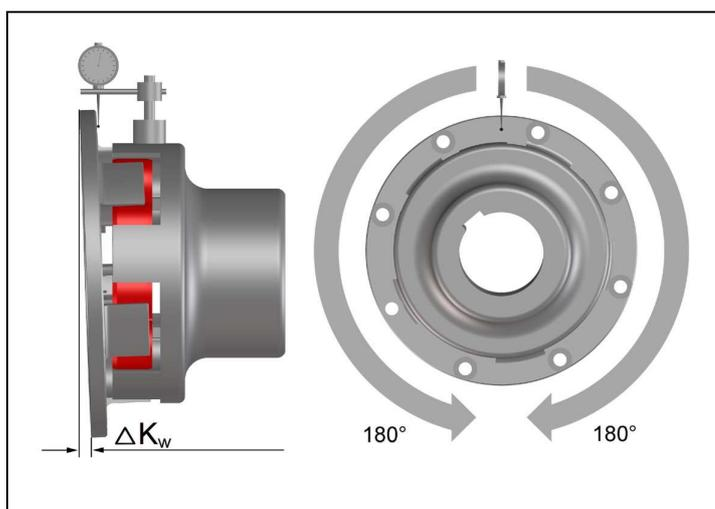

Bild 6
- Vermessen Sie eine ganze Umdrehung (360°) am äußeren Durchmesser. Ermitteln Sie dabei die größte Abweichung  $Kw_1$  sowie die kleinste Abweichung  $Kw_2$  (Bild 6). Berechnen Sie die Winkerverlagerung  $\Delta Kw = Kw_1 - Kw_2$ .